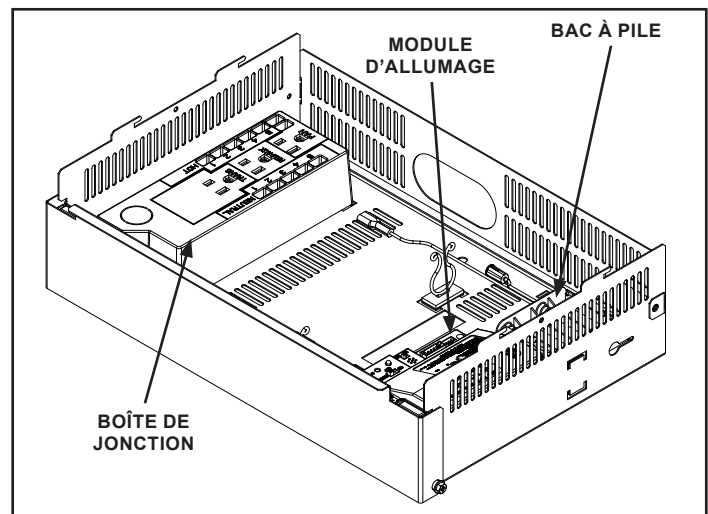

Figure 3.4
Le système d'amorçage par veilleuse à allumage intermittent IntelliFireMC Plus possède un système de secours à piles permettant le fonctionnement pendant une panne de courant. Le système offre une transition facile de l'alimentation c.a. de la maison vers les piles de secours. Un bloc-piles installé en usine se trouve dans le logement des commandes du foyer. Voir la figure 3.4. La longévité et la performance des piles seront affectées par une exposition à long terme aux températures de service de cet appareil.
2. Localisez le bac à piles et insérez quatre piles AA. La polarité des piles doit être correcte pour éviter d'endommager le module. Voir la Figure 3.4. Un schéma complet du câblage est inclus dans la section traitant de l'électricité, dans le manuel d'installation de l'appareil.
- Localisez le module d'allumage dans la cavité de contrôle. Voir la figure 3.4